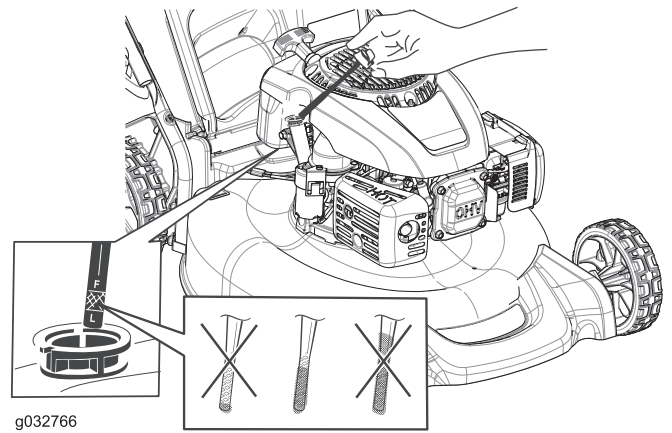

Figure 11
5. Ressortez la jauge et vérifiez le niveau d'huile; voir Figure 11.
2. Retirez la jauge (Figure 11).